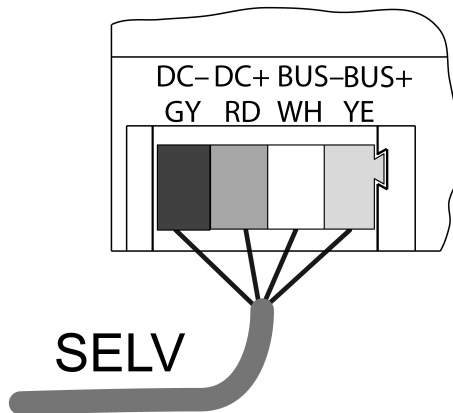

Bild 1: Anschlussplan Busleitung
- Gerät mit Busleitung (Bild 1) an Empfangsmodul REG und Spannungsversorgung anschließen (siehe Anleitungen Empfangsmodul REG und Spannungsversorgung).